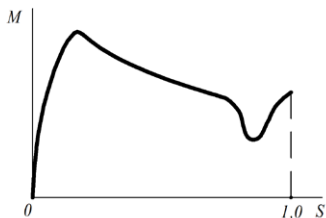

Рис. 8.3
5. На рис. 8.3 представлена механическая характеристика асинхронного двигателя. Объясните наличие «провала» на характеристике. Изобразите механическую характеристику асинхронного двигателя при наличии в магнитном поле 5-й и 7-й гармоник.